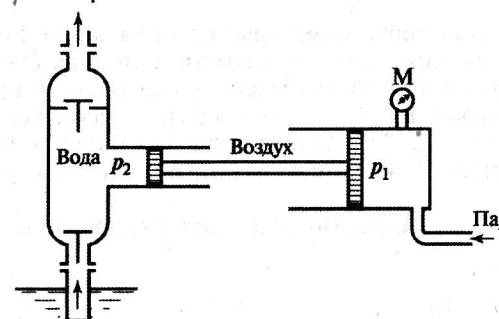

Рис. 2.26
**Задача 2.28.** Определить давление пара в цилиндре поршневого парового насоса (рис. 2.26, золотниковая коробка, обеспечивающая возвратно-поступательное движение поршня в паровом цилиндре, не показана), необходимое для подачи воды на высоту  $H = 58$  м, если диаметры цилиндров  $d_1 = 0,3$  м;  $d_2 = 0,18$  м.